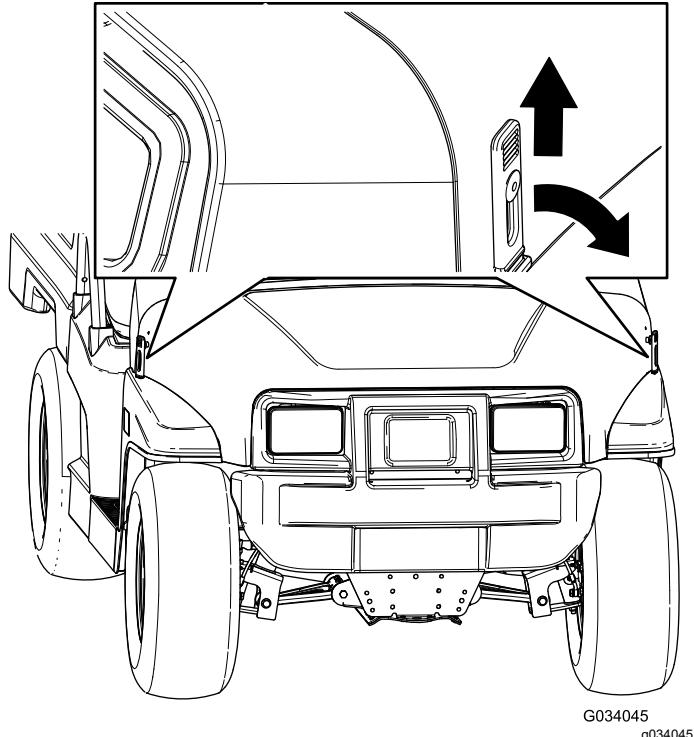

Figure 40
1. Soulevez la poignée des loques en caoutchouc de chaque côté du capot (Figure 40).